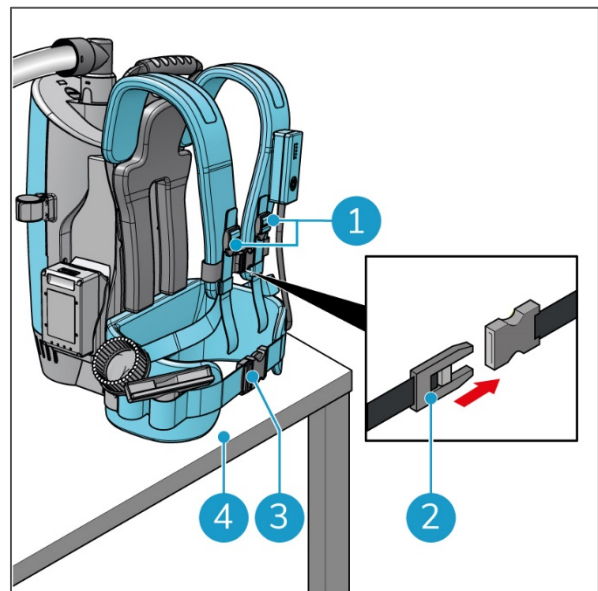

Figura 14
1. Coloque o i-move 2.5B® em cima de uma mesa ou de uma superfície semelhante (Figura 14, posição 4).
2. Abra o cinto (Figura 14, posição 3).
3. Abra a fivela da frente (Figura 14, posição 2).
4. Desaperte as 2 fivelas (Figura 14, posição 1).
6. Coloque o i-move 2.5B® em cima de uma mesa ou de uma superfície semelhante (Figura 14, posição 4).